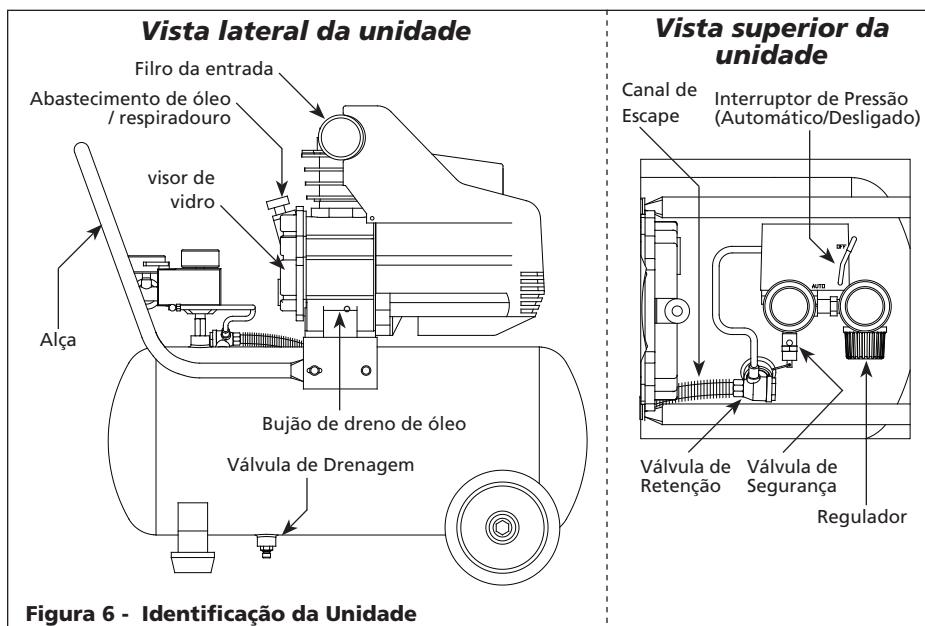

Figura 6 - Identificação da Unidade
2. Drene a umidade do tanque abrindo a válvula de dreno (veja Figura 6) localizada na parte inferior. Dê batidas no tanque para certificar-se de que toda umidade foi removida.
3. Remova a tampa do dreno (veja Figura 6). Deixe o óleo ser coletado na vasilha. Incline um pouco a unidade para drenar completamente o óleo.